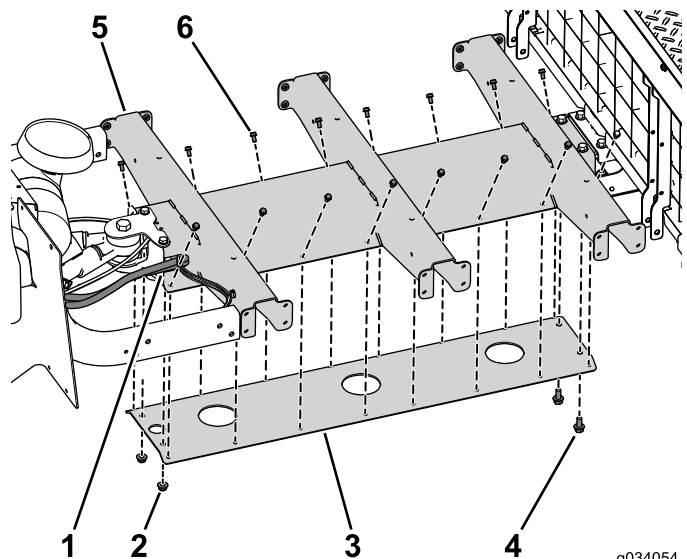

Figura 30
- Utilize os quatro parafusos (5/16 x 3/4 pol.) para instalar sem apertar o suporte da plataforma no canal central (Figura 30).